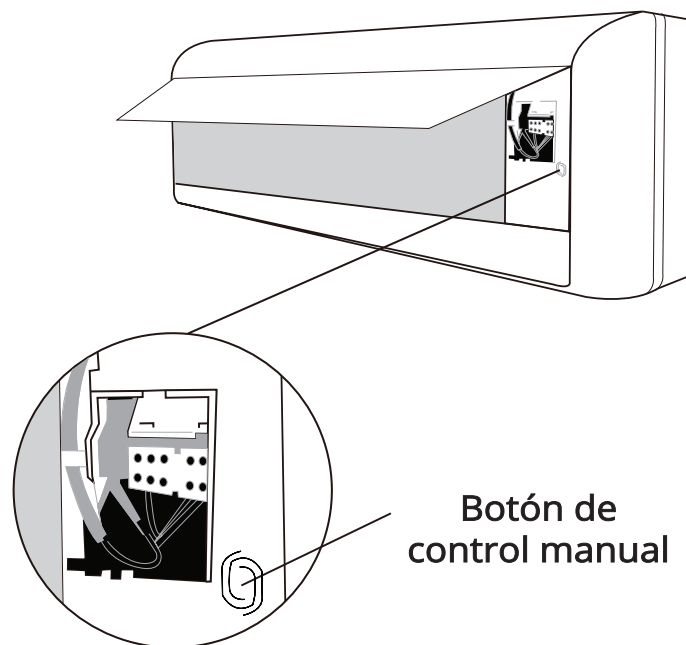

Fig. 10.1
2. El **BOTÓN DE CONTROL MANUAL** está ubicado en el lado derecho de la unidad (consulte la Fig. 10.1). Púlselo dos veces para seleccionar la función FRÍO.